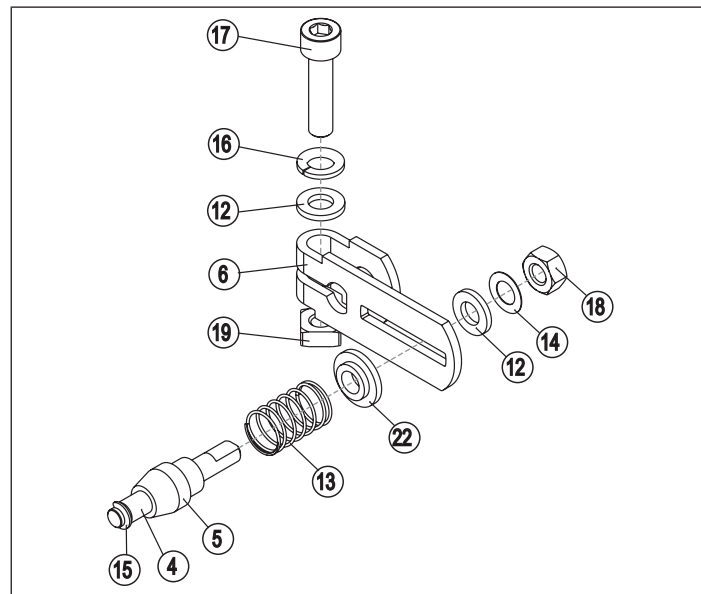

Imagen 7: Montaje de la palanca
- Monte la palanca (si no viene ya premontada) (ver «Imagen 7»).